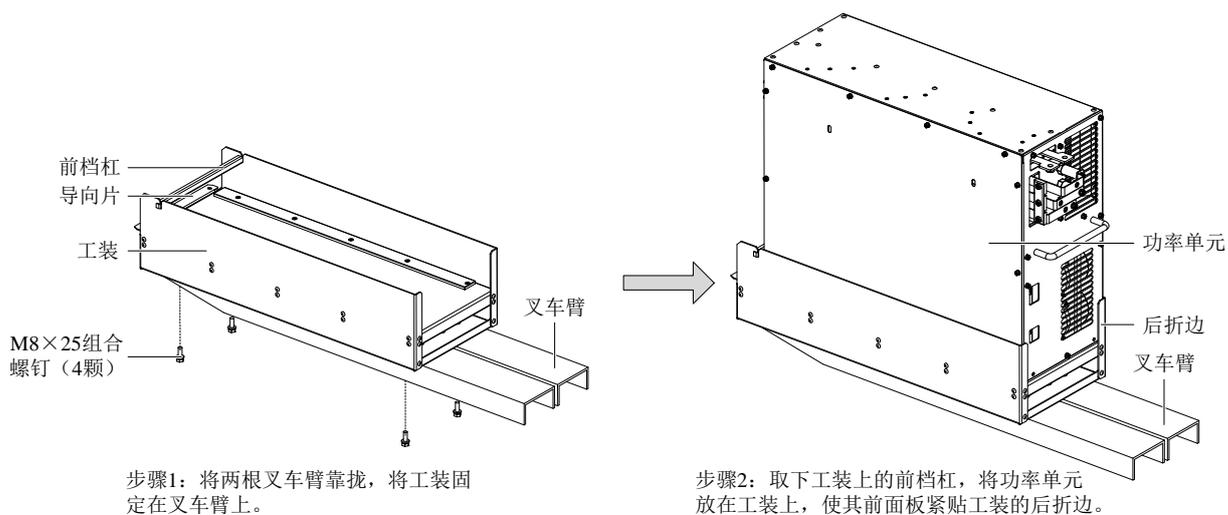

图2-36 组装工装和功率单元
- 1) 将工装和功率单元组装在一起，如图 2-36 所示。